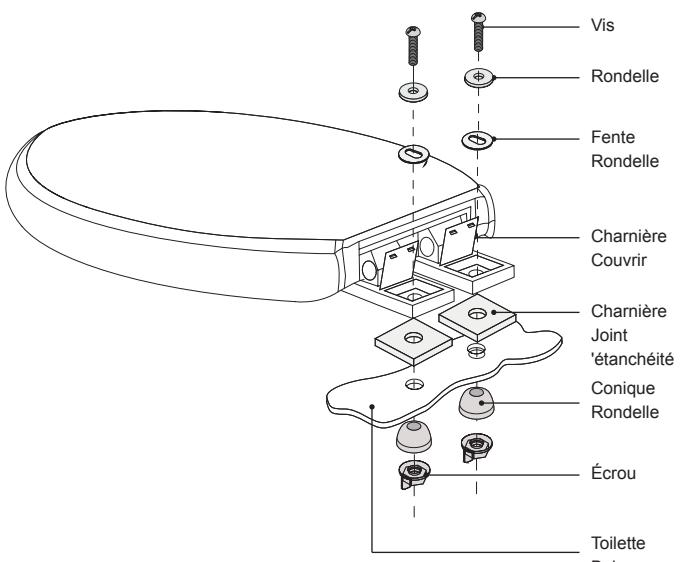

Figure 15
- ① Retirer délicatement l'ancien siège (s'il ya lieu).
- ② Installez le siège des toilettes sur le bol en céramique (comme illustré à droite) en utilisant le matériel fourni.
- ③ Centrer le siège des toilettes sur la cuvette en céramique, puis serrer chaque vis de montage avec un tournevis à tête fendue (Figure 15).
- ④ Snap couvre-charnières bas sur les vis de montage pour terminer l'installation.